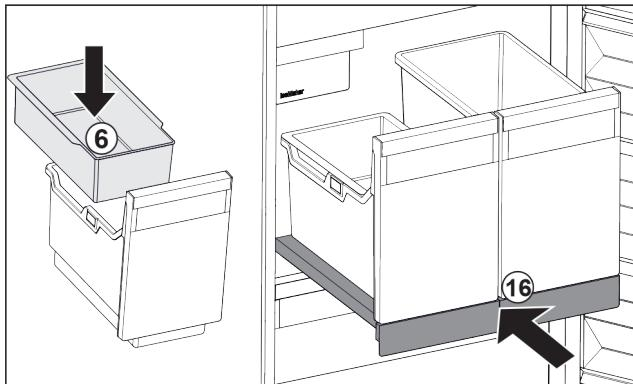

Fig. 96
- Вставити підвісний лоток Fig. 96 (6) для кубиків льоду.
- Вставити витяжну панель з резервуаром (IceTower). Fig. 96 (16)